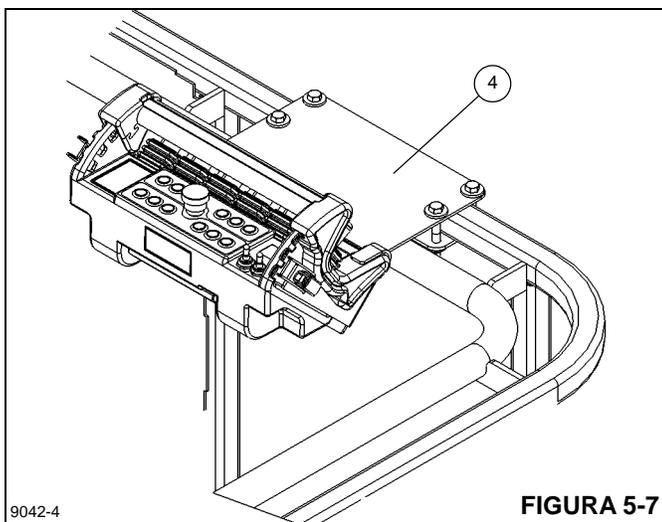

FIGURA 5-7
6. Prenda o controle remoto ao suporte de montagem da estação de controle da plataforma (4) (consulte a Figura 5-7).